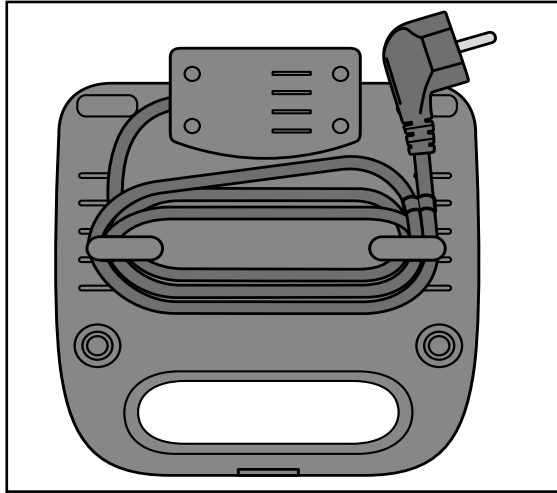

Fig. 1
- Enroulez le cordon d'alimentation autour des supports de câble de l'enroulement de câble **B** situés au dos de l'appareil. Fixez le câble avec le clip de fixation de câble (voir fig. 1) :